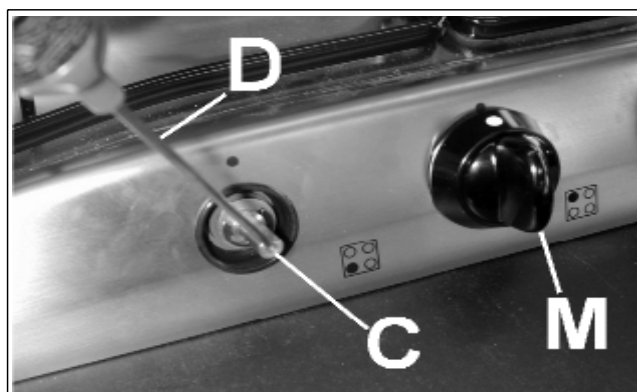

FIG. 12
- Retire o botão “M” (fig. 12) da torneira, o qual está fixado por simples pressão no veio da mesma.
furo “C” (fig. 12) e gire para direita ou esquerda o cone de estrangulamento até que a chama do queimador esteja regulada no “Mínimo”.